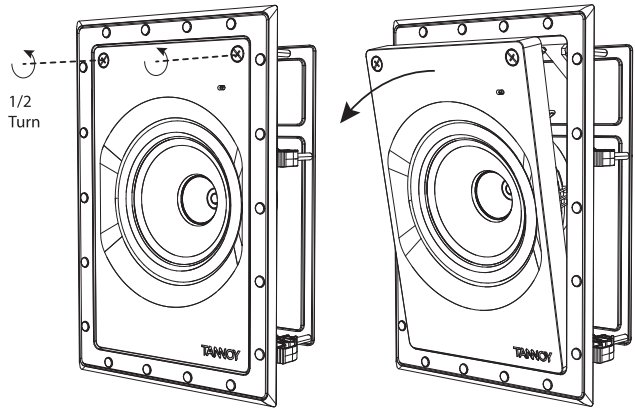

Fig. 4. Removing the Loudspeaker Assembly from the Frame
1. Zestaw przegrody głośnika jest wysyłany wewnątrz ramy i należy go zdemontować w następujący sposób: Odkręć dwie śruby mniej niż pół obrotu, a następnie odchyl zestaw z ramy (rys. 4). Przechowuj go w bezpiecznym, suchym miejscu, aż będzie gotowy do zainstalowania.